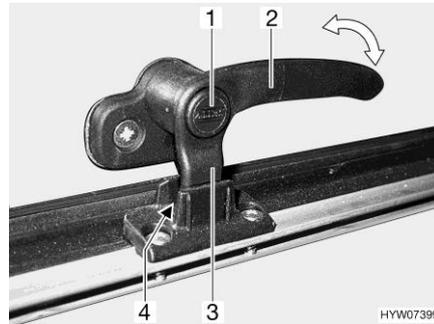
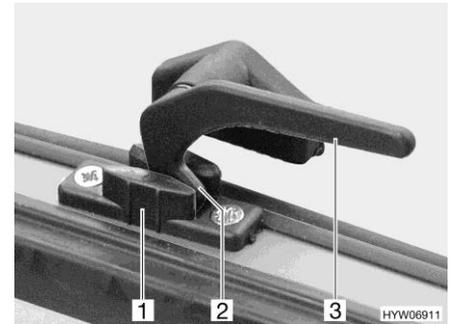

Bild 120 Verriegelungshebel mit Sicherungsknopf in Stellung "Dauerbelüftung"
Bild 121 Verriegelungshebel in Stellung "Dauerbelüftung"
- in Stellung "Dauerbelüftung" (Bild 120 und Bild 121)
- Wenn vorhanden, Sicherungsknopf (Bild 120,1) drücken und gedrückt halten.
- Alle Verriegelungshebel (Bild 120,2 oder Bild 121,3) eine viertel Umdrehung zur Haubenmitte hin drehen.
- Alle Verriegelungshebel wieder zurückdrehen. Die Verriegelungsnase (Bild 120,3 oder Bild 121,2) dabei in die Aussparung der Haubenverriegelung (Bild 120,4 oder Bild 121,1) einfahren.